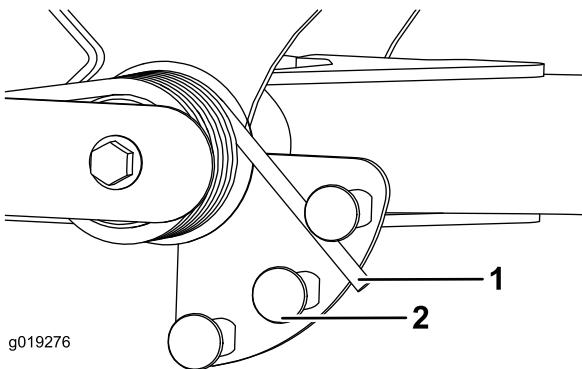

Figure 35
2. Insérez un tube ou un objet similaire sir le ressort long et le faire pivoter autour de l'actionneur de ressort à la position voulue (Figure 35).